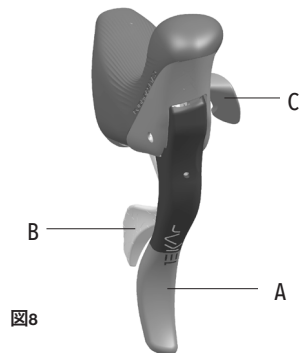

図8
- ・ 左側エルゴパワーのレバーB (図8) はフロント・ディレイラーを動作させ、チェーンをアウター・チェーンリングに移動させます。
- ・ レバーB (図8) を一気に押し込むと、一回の動作で、スプロケット上のチェーンを多段変速することができます (スプロケット3段までのアップシフト)。
- ・ 右側エルゴパワーのレバーBとレバーC (図8) は、スプロケット上のチェーンを、1回の動作で一気に移動させることができます (アップシフトは3段分、ダウンシフトはエルゴパワー ウルトラシフトの場合、3段分)。